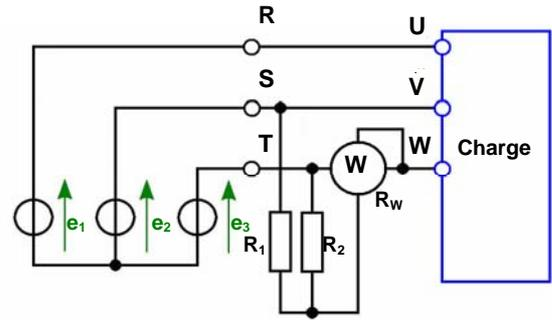

Fig. 7.6.4b
2. soit le neutre n'est pas accessible : on crée alors un neutre artificiel au moyen de 3 résistances comme le montre la figure 7.6-4b) en prenant soin que $R_1 = R_2 = R_W$.